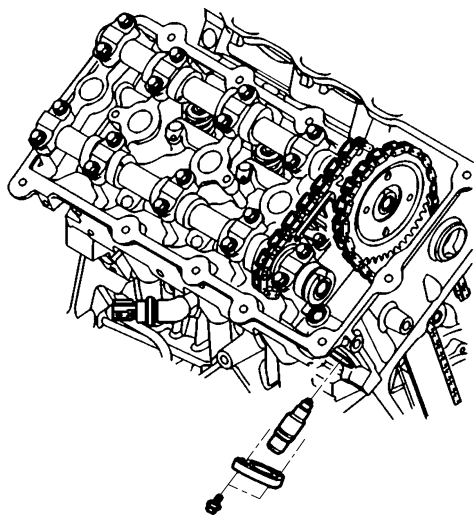

图 16-12 安装正时链条张紧器
10) 如图 16-12 所示, 安装正时链条张紧器, 将张紧器的固定螺栓紧固至 $12\text{N} \cdot \text{m}$ 。